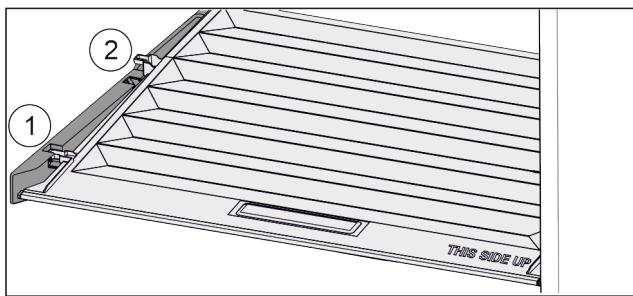

Fig. 71
- Потянуть крышку до отверстия в поддерживаемых деталях вперед Fig. 71 (1).
- Поднять сзади снизу и извлечь Fig. 71 (2) движением верх.